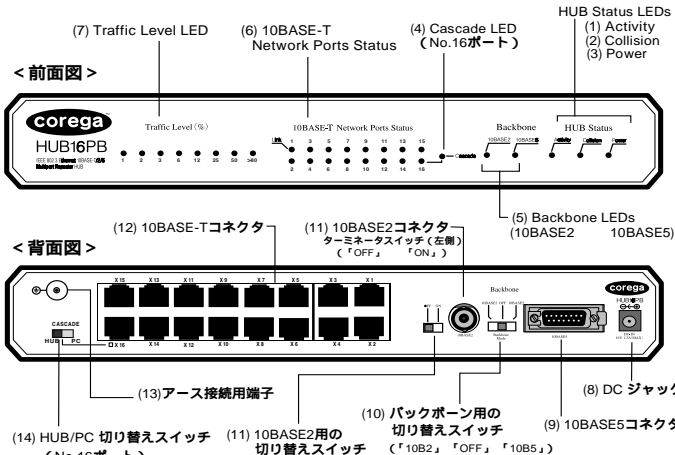

図1 : corega HUB16PBの外観図
- (4) Cascade LEDランプ (図1の背面図のNo.16ポート)
3. 図1(14)のHUB/PC切り替えスイッチを「PC」に設定します。